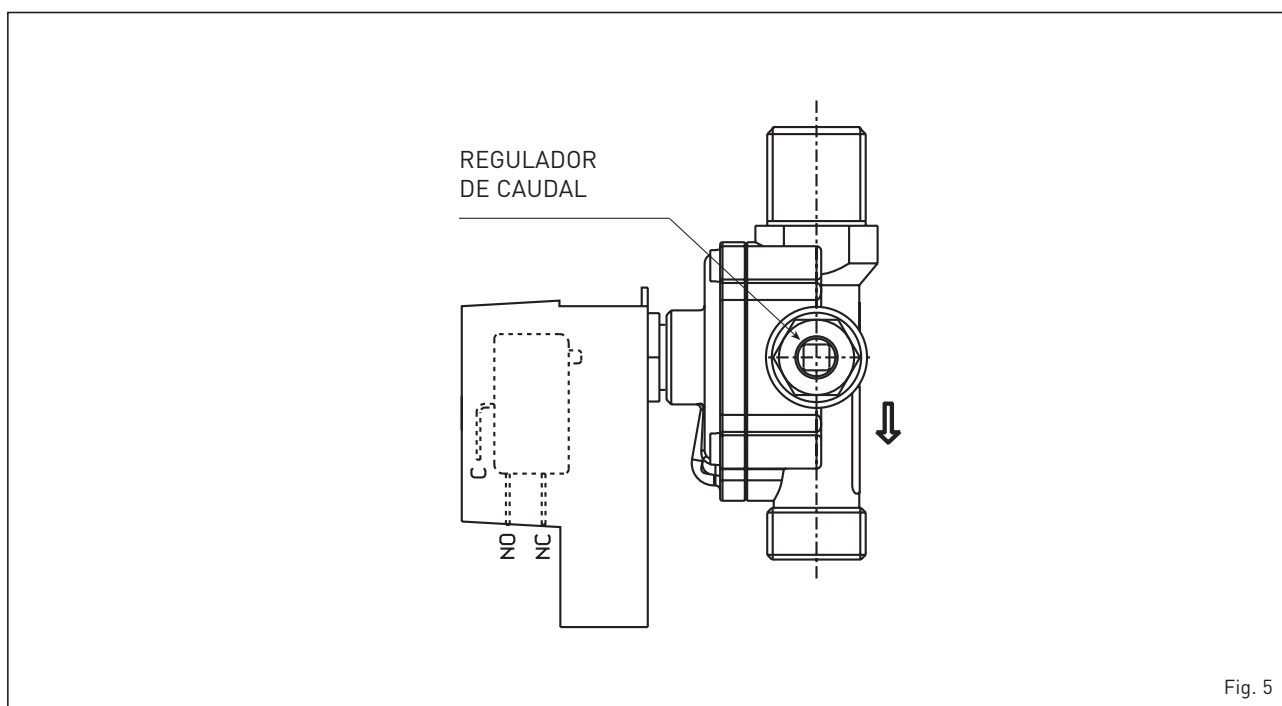

Fig. 5
2.2.2 Produção de água sanitária "DUETTO HE 25 ErP" (fig. 5)
Para regular o caudal de água sanitária actuar no regulador de caudal do pressóstato da água (fig. 5):